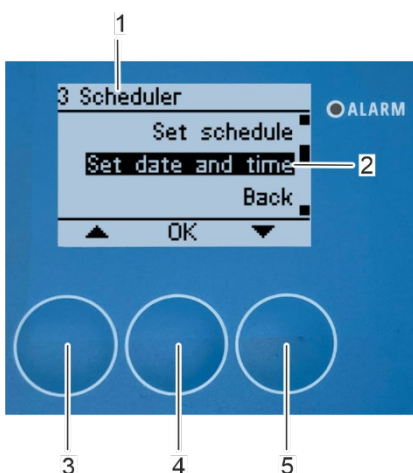

Abbildung 156: Öffnen Untermenü "Datum und Uhrzeit einstellen"
- Wählen Sie im Untermenü "3 Zeitplaner" (Abbildung 156/1) mit den Pfeiltasten [nach oben] (Abbildung 156/3) und [nach unten] (Abbildung 156/5) das Untermenü "Datum und Uhrzeit einstellen" (Abbildung 156/2).
- Bestätigen Sie die Auswahl mit [OK] (Abbildung 156/4).